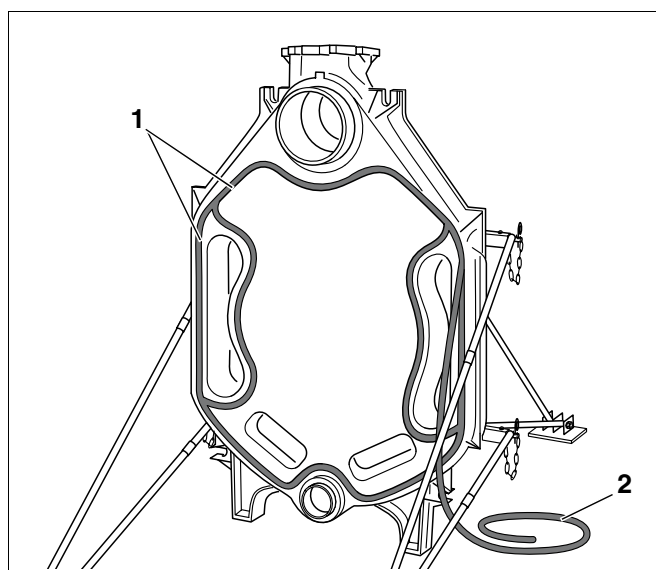

Рис. 16 Укладка уплотнительного шнура (шнур КМ)
- Вставить уплотнительный шнур (шнур КМ: рис. 16, **поз. 2**) в пазы на передней стороне задней секции (рис. 16, **поз. 1**), начиная с верхнего участка, и слегка прижать его. Концы уплотнительного шнура уложить внахлест на 2 см и хорошо прижать друг к другу.